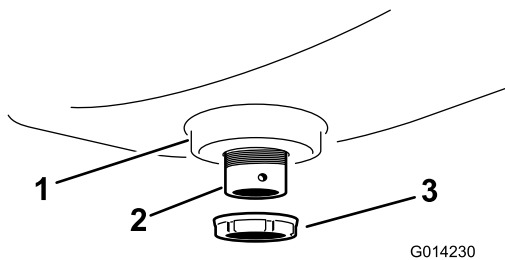

Figura 4
3. Sujete el conector estanco al depósito de enjuague con una tuerca de plástico con arandela prensada (Figura 4).